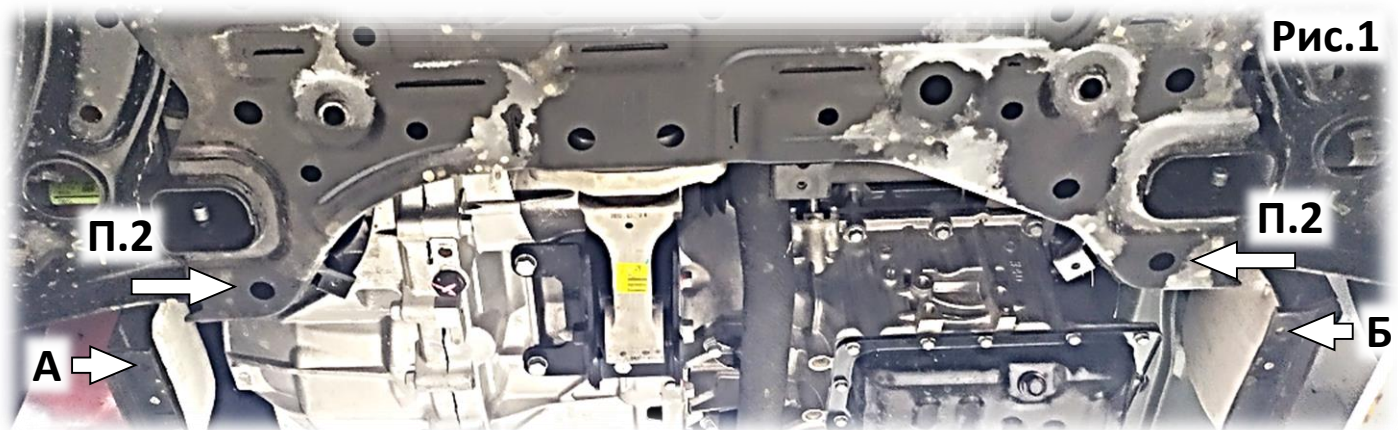
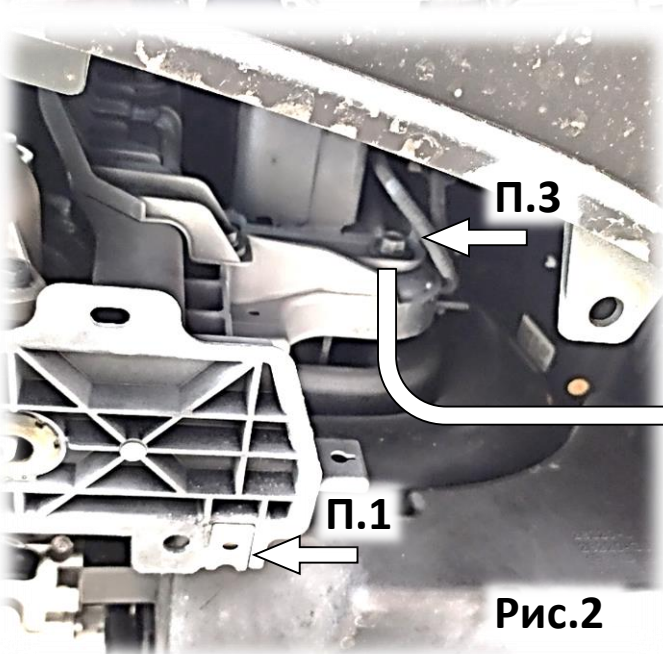

Рис.1
Рис.2
1. Снять штатный пластиковый пыльник, а на точки его крепления установить 10 скоб из ком-та крепежа (кроме отв. А и Б на рис.1). Ввернуть на 2-3 оборота два штатных болта М6 (рис. 2).
2. Установить две закладные планки М8х70 внутри подрамника и ввернуть через его отв. болты М8х35 на 2-3 оборота (рис.1).
3. Вывернуть штатный болт М8 (рис. 2) и установить кронштейн №1 и закрепить его болтом М8х35. Установку кронштейна №2 выполнить аналогично и с правой стороны автомобиля.
7. Через пазы защиты просверлить два отверстия А и Б (рис.1) Ø6мм в пластиковых локерах (слева и справа а\м) и установить на них две скобы для самореза.